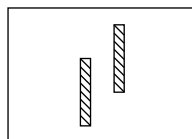

图 55
(2) 垂直斜视
旋转辅助镜片旋钮 ⑫, 将左眼设置为 $10 \Delta I$, 以使字母柱完全分开。如果被测者有垂直斜视时, 如图 55 所示, 转动旋转棱镜到另一眼, 0 位水平 (图 57)。转动 棱镜旋扭 ⑪ 使上下无区别 (图 56), 旋转棱镜值为垂直斜视度。